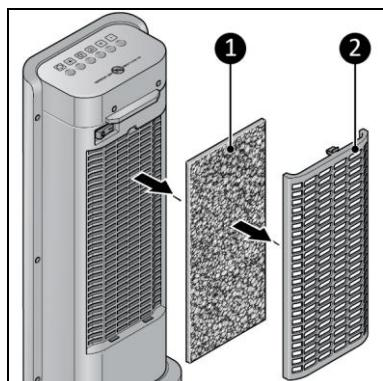

Figura 10
2. Deschideți grila de siguranță de la sistemul cu click (Figura 10, poz. 2). Scoateți filtrele (Figura 10, poz. 1).